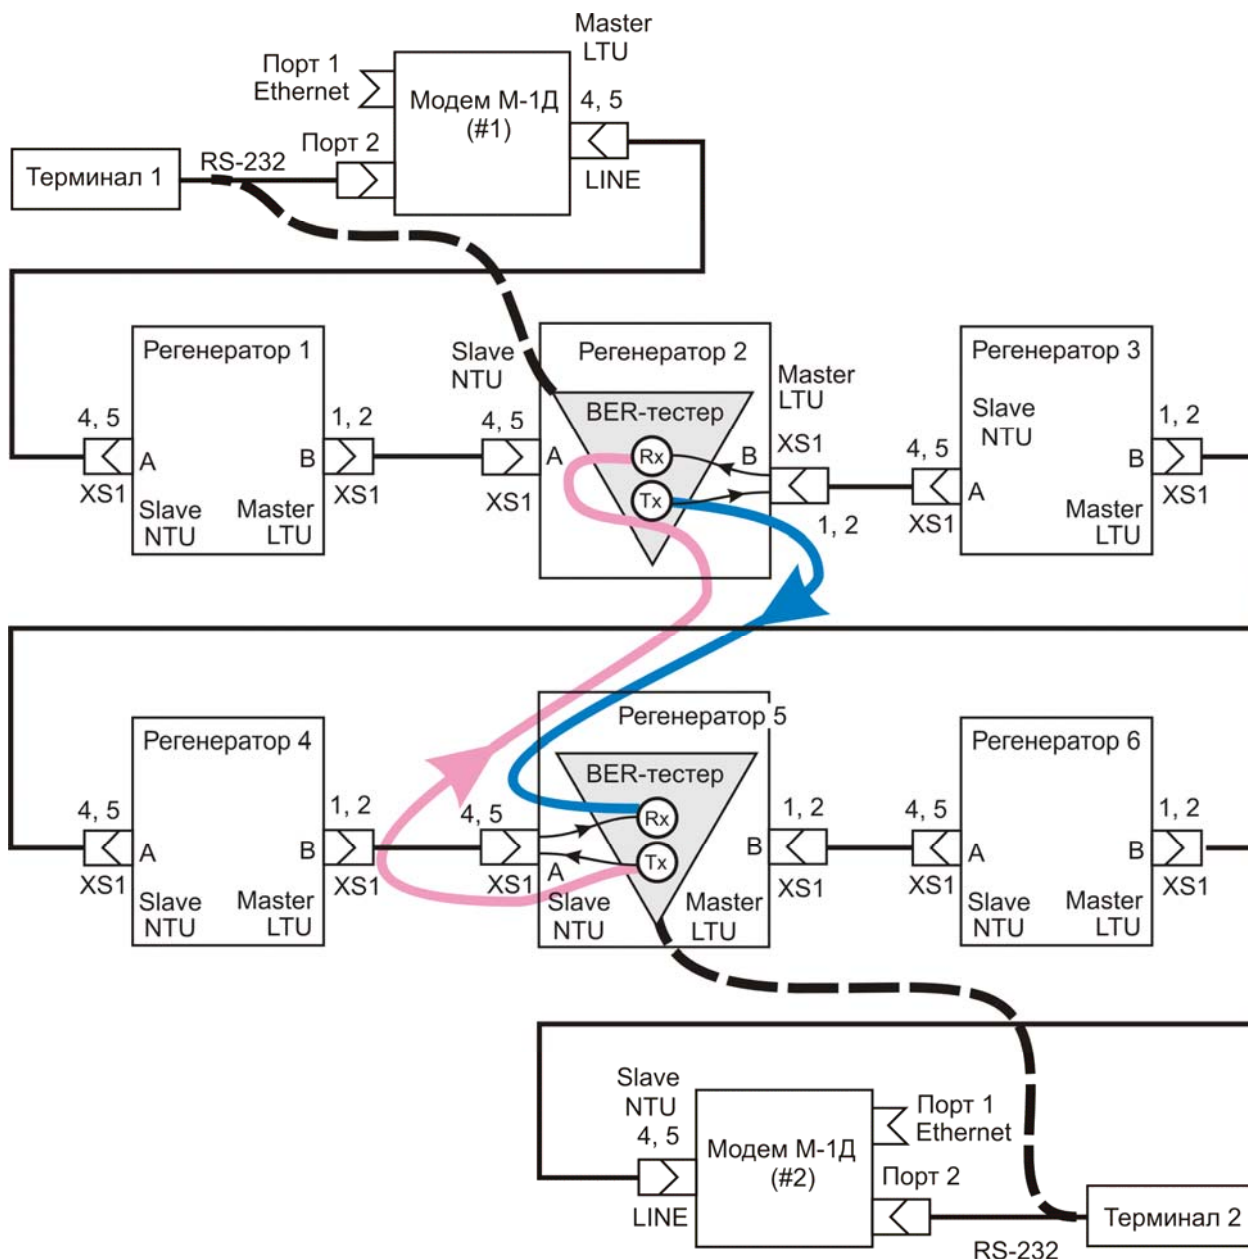

Рис. 8. Тестирование трёх участков регенерации канала связи с использованием встроенных в регенераторы BER-тестеров; цепи питания регенераторов не показаны
Описанный способ тестирования применим также к проверке любых участков канала связи. В качестве примера на Рис. 8 показана схема проверки подозреваемой в неработоспособности области из трёх последовательно включённых участков регенерации канала связи: 1) "регенератор 2 — регенератор 3", 2) "регенератор 3 — регенератор 4", 3) "регенератор 4 — регенератор 5". Остальная область канала связи, как предполагаем, ранее протестирована и оказалась работоспособной. Для осуществления проверки в соответствии со схемой, приведенной на Рис. 8, необходимо выполнить следующие действия с каждого терминала:
- Для удобства тестирования рекомендуется последовательно присвоить имена или порядковые номера всем регенераторам канала связи. Для присвоения порядковых номеров и доступа со стороны терминала к любому регенератору используется режим удалённого управления (Remote unit control) и меню Service (см. п. 2.5). Например, на терминале 1 можно отобразить меню модема №1 и, используя соответствующий пункт этого меню (Remote unit control), перейти в меню регенератора 1. В свою очередь, используя аналогичный пункт этого меню, можно перейти в меню регенератора 2 и через это меню перейти к меню следующего регенератора и т. д. Фактически это означает, что терминалы подключаются к регенераторам "напрямую", как показано на Рис. 8 утолщёнными штриховыми линиями;